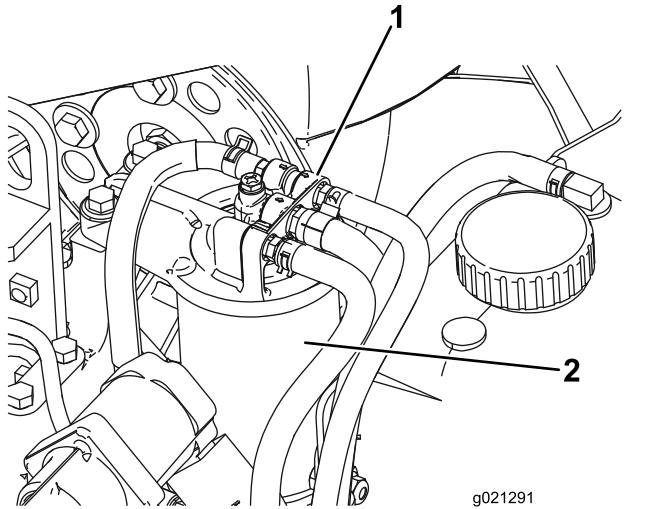

Рисунок 82
- Очистите поверхность вокруг головки топливного фильтра (Рисунок 82).
- Снимите фильтр и очистите монтажную поверхность головки фильтра (Рисунок 82).